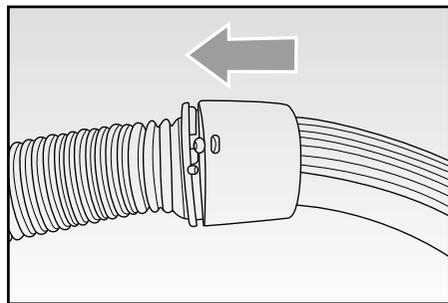
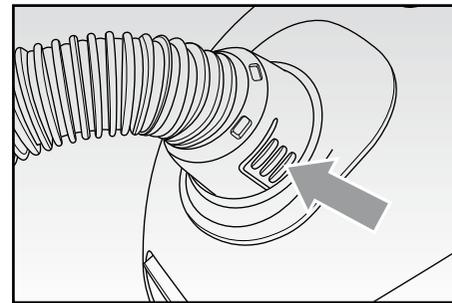

Fig. 2
Fig. 3
Montare l'impugnatura (M) sul tubo flessibile (G) premendola leggermente in modo che la tacca sull'impugnatura si inserisca perfettamente all'interno dell'apposita asola presente sul manicotto (Fig. 2). Inserire il tubo flessibile nella sede di aspirazione premendolo con cautela fino al blocco. Per rimuoverlo è necessario premere contemporaneamente i due pulsanti di sblocco ed estrarlo (Fig. 3).